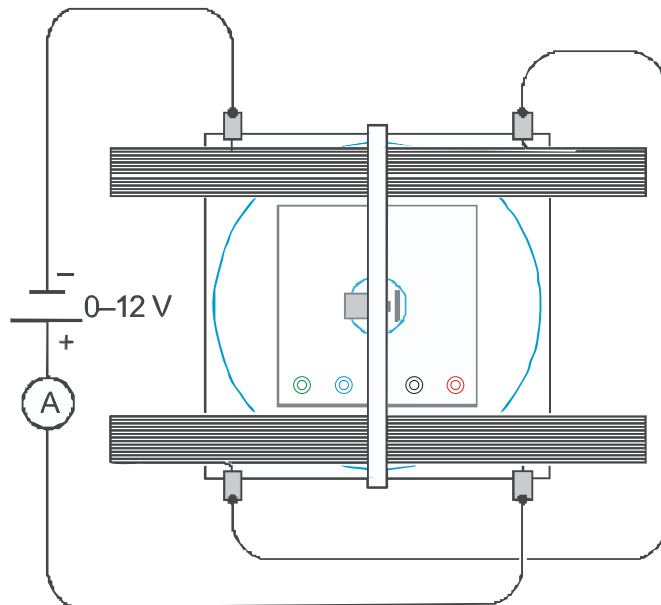

Fig. 2: Conexão elétrica do par de bobinas de Helmholtz
- Conectar as bobinas em série com a fonte de alimentação DC 20 V conforme a fig. 2, de modo que ambas as bobinas sejam percorridas pela corrente no mesmo sentido.